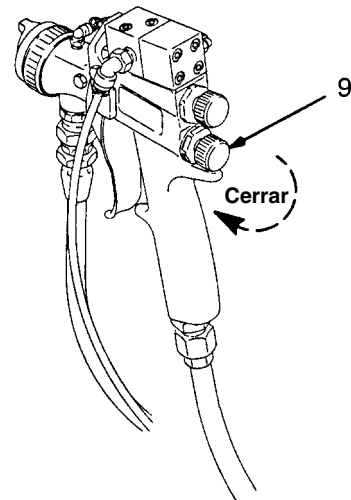

Fig. 11
- D. Si se requiere una reducción del flujo del producto adhesivo ulterior en la pistola, girar la perilla de regulación de fluido (9) en el sentido horario para reducir el volumen de salida del producto adhesivo. Ver Fig. 11.